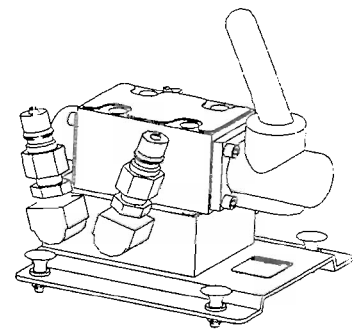

Figura 1-27. Posiciones de la palanca de la válvula direccional.
- 16. Retracte el vástago del cilindro, moviendo la palanca de la válvula direccional hacia afuera del cuerpo de la válvula, como se muestra en la Figura 1-27. Mantenga la palanca movida hasta que el vástago esté completamente retractado, después, libérela. ¿Qué le sucede a la fuente de alimentación hidráulica?